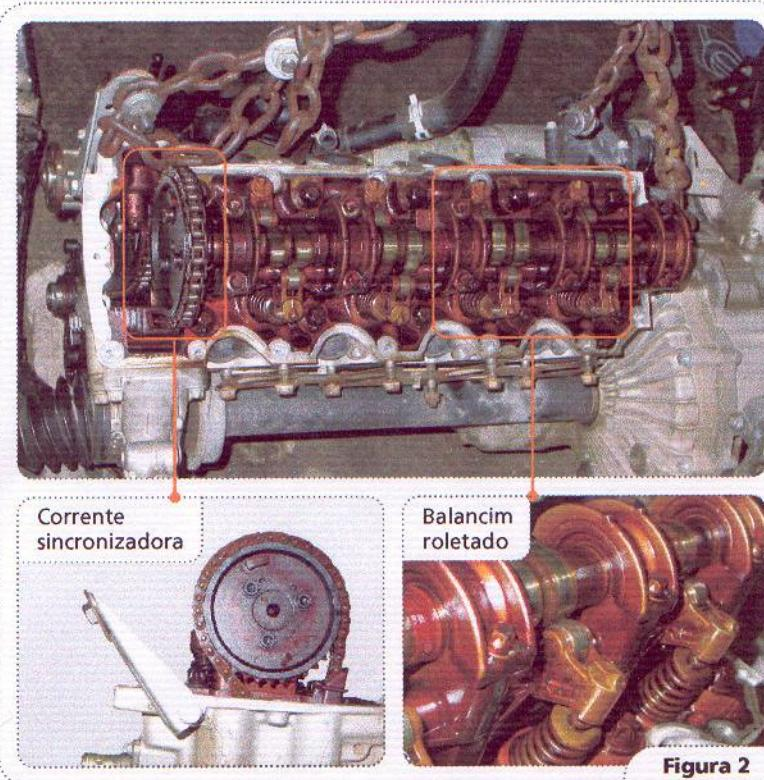

Figura 2
**Corrente:** Como mencionado anteriormente, nos veículos Classe A a transmissão de movimento do virabrequim para o eixo comando de válvulas é feita através de uma corrente (figura 2). Não utiliza correia dentada.